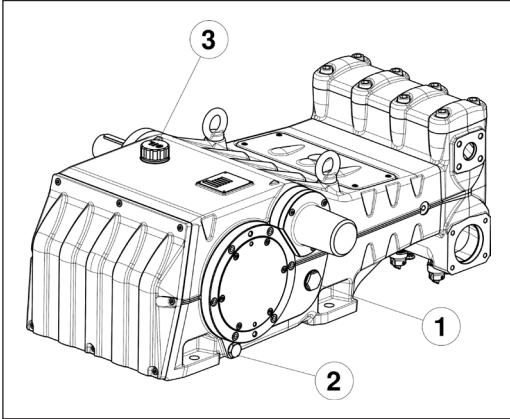

Abb. 3
Überprüfen Sie den Ölstand über die seitlichen Schaugläsern ①, Abb. 3.
Füllen Sie bei Bedarf über den Ölverschluss ③, Abb. 3 nach.
Die Ölstandprüfung hat mit der Pumpe auf Umgebungstemperatur zu erfolgen, für den Ölwechsel soll die Pumpe dagegen auf Betriebstemperatur sein. Entfernen Sie dazu den Verschluss Pos. ②, Abb. 3.